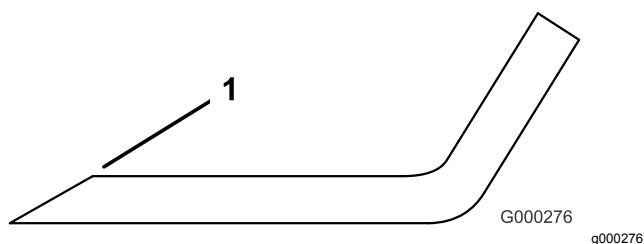

Figura 111
3. Inspeccione as extremidades de corte de todas as lâminas e afie-as se apresentarem sinais de desgaste ou ranhuras (Figura 111).
Nota: Afie apenas a zona superior da parte cortante e mantenha o ângulo de corte original para garantir um desempenho eficaz da lâmina (Figura 111). A lâmina mantém o equilíbrio se for retirada a mesma quantidade de metal de ambas as partes cortantes.